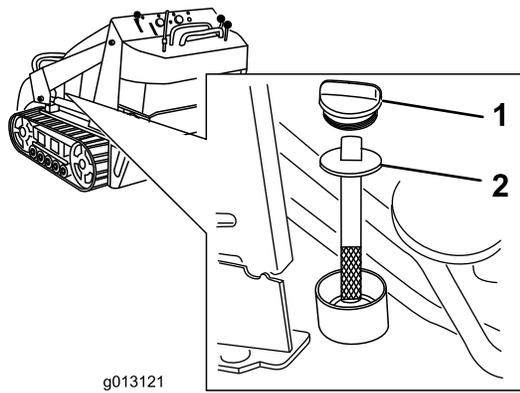

Bild 60
5. Reinigen Sie den Bereich um den Füllstutzen des Hydraulikbehälter (**Bild 60**).
6. Nehmen Sie den Deckel des Füllstutzens ab und prüfen Sie den Ölstand am Peilstab (**Bild 60**).